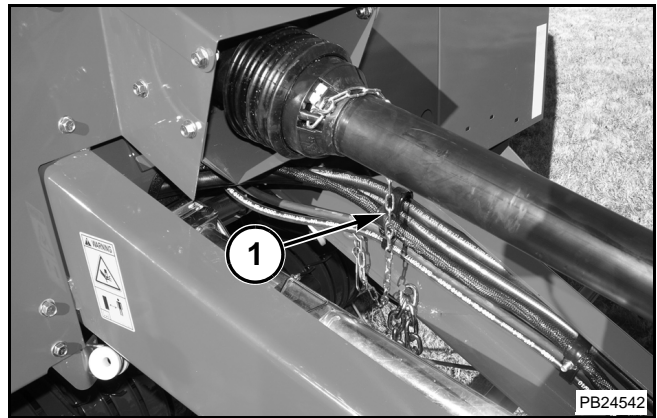

FIG. 5
FIG. 5: Asegúrese de que la cadena del blindaje (1) del extremo de la enfardadora de la línea de impulsión del implemento esté conectada a la barra de remolque de la enfardadora.